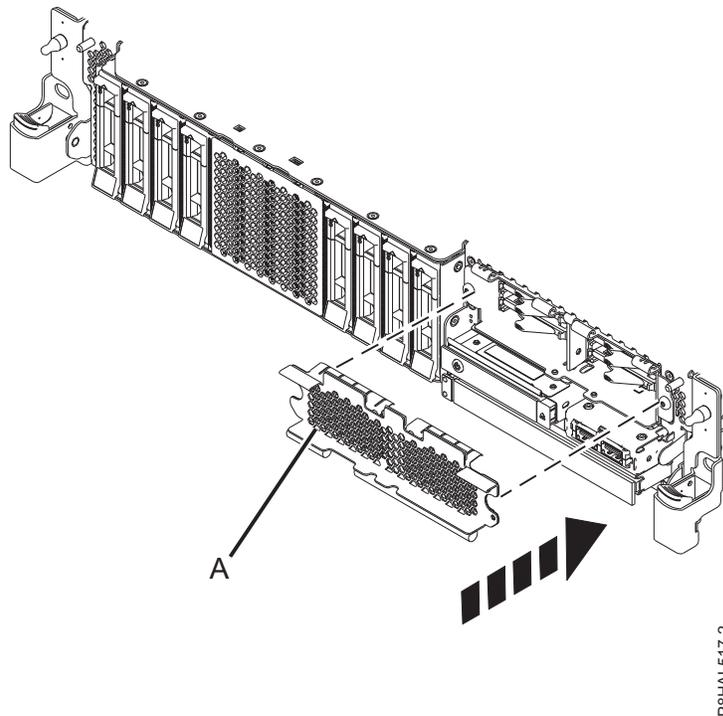

Abbildung 36. SSD-Gehäuse in einem System mit erweiterten Funktionen abdecken
4. Decken Sie das SSD-Gehäuse ggf. mit der perforierten Platte (**A**) ab, wie in Abb. 36 auf Seite 40 dargestellt.